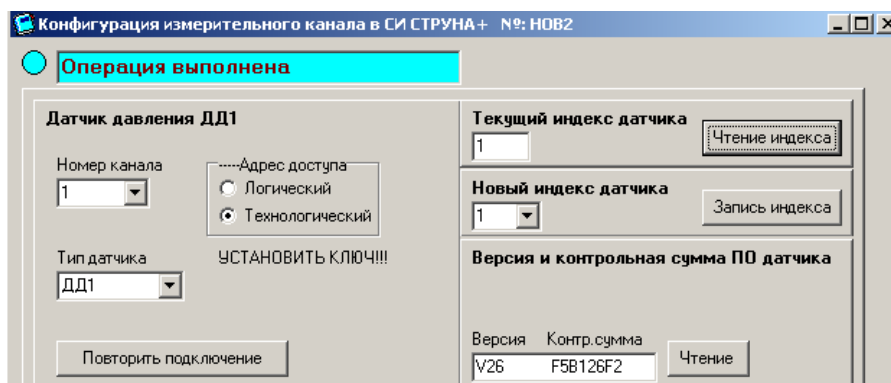

Рисунок 5.34
5.6.5.7 Аналогично п. 5.6.5.6 выбрать тип датчика ДД1 и установить магнитный ключ к ДД1 канала 1. Нажать на кнопку «Чтение». В результате при верной установке ключа на верхнем табло появится надпись «Операция выполнена» и справа версия ПО и контрольная сумма (рисунок 5.34). Нажать на кнопку «Чтение индекса». Под надписью «Текущий индекс датчика» должно появиться значение «1» (рисунок 5.34). Если текущее значение индекса адреса ДД1 не равно 1, то установить параметр «Новый индекс датчика» равный 1 и нажать на кнопку «Запись индекса».